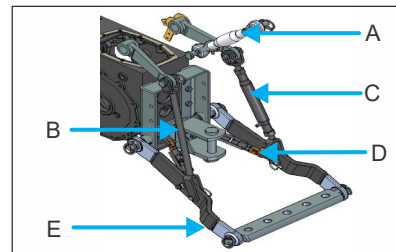

Fig. 4.36
- In Fig. 4.36, (B) è l'ASTA DI SOLLEVAMENTO FISSA e (C) sono le ASTE DI SOLLEVAMENTO REGOLABILI. Può essere regolato meccanicamente o idraulicamente, a seconda del sollevamento, per rendere i bracci inferiori livellati e allineati tra loro.
- La CATENA DEGLI STABILIZZATORI LATERALI (D) può essere impostata per ridurre il movimento laterale delle maglie inferiori se l'attacco a tre punti entra in contatto con livellatrici, rulli, fori, sarchiatrice, ecc.,